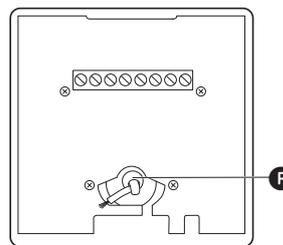

Fig. 6 Nudo
- 8 Haga un nudo doble ajustado **F** en el extremo de la cuerda. Apriete el nudo muy fuerte para evitar que se deslice hacia arriba. Una vez asegurado el nudo, corte el extremo de la cuerda a 5-8 mm del nudo. (Fig. 6)